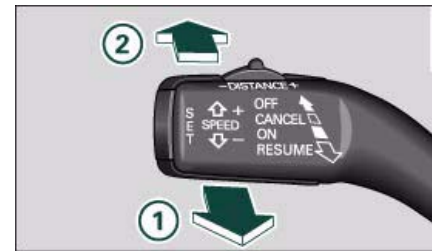

Fig. 113 Palanca de mando: Desactivar y volver a activar la regulación con función de memoria
- Desplace la palanca de mando en dirección a (2) ⇒ fig. 113.